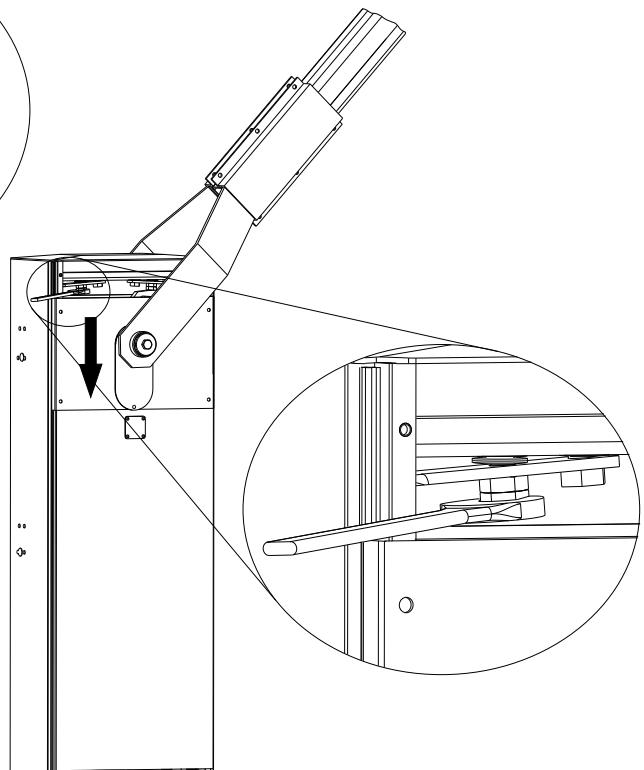

Fig. 16
N.B.: antes de que se efectue esta operación desbloquear el operador como en Fig.16.